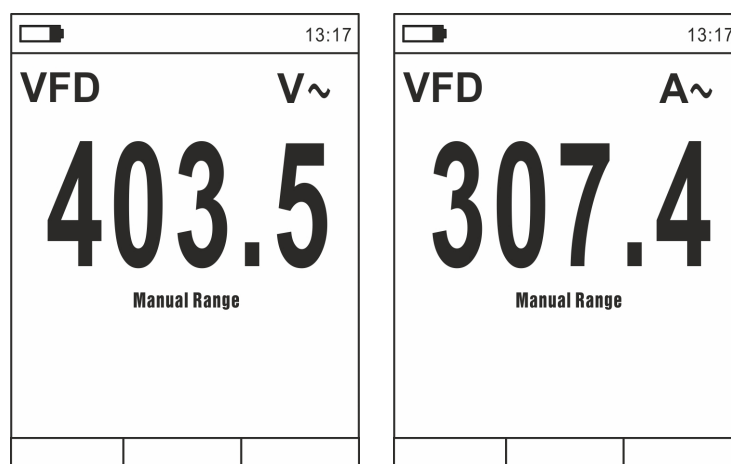

Abb. 11: Beschreibung der Messung von AC Spannung oder Strom im VFD Modus
3. Drücken Sie die Taste **MODE/VFD** (>2s) auswwählen „VFD“ Modus (siehe Abb. 11)